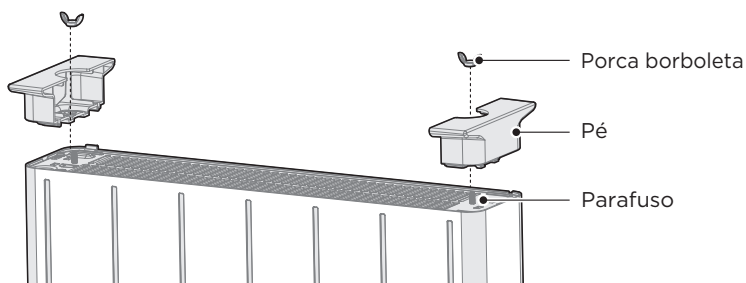

Figura 1
- 2 Retire as pernas da embalagem. Alinhe o orifício da perna com o parafuso e pressione ligeiramente até que encaixe completamente. (Figura 1)